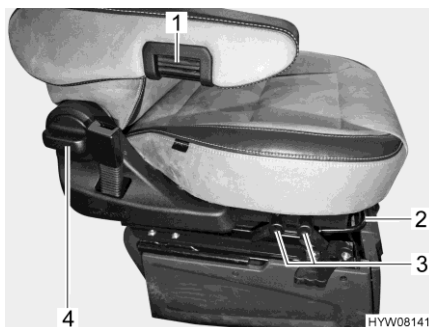

Bild 19 Stolsinställning
- Drag upp bygeln (Bild 19,2).
- Drag motsvarande spak (Bild 19,3) uppåt.
- Vrid (Bild 19,4) handtaget.
- Vrid på det räfflade hjulet (Bild 19,1) för att göra fininställningen. Beroende på vridriktning lutar armstödet framåt eller bakåt.